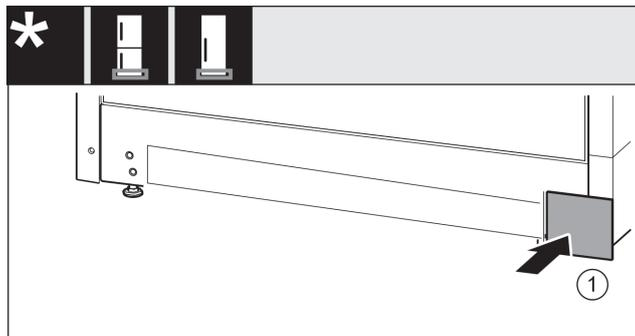

Fig. 17
- ▶ Abdeckung Fig. 17 (1) auf der anderen Seite wieder aufsetzen.